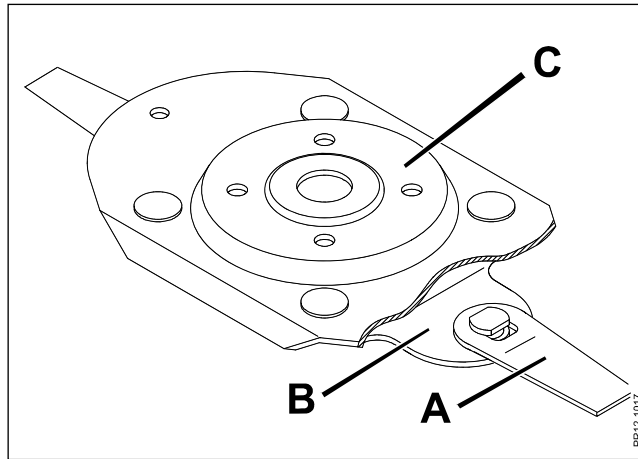

Fig. 5-17
**Fig. 5-17** Das System wird Quick and Safe (QS) genannt. Dieses bezeichnet die schnelle Montage/Auswechslung von Messern und bezeichnet ferner die hohe Sicherheit, dass die Messer **A** nicht unbeabsichtigt von dem Messerhalter **B** - der an der Scheibe **C** mit Bolzen befestigt ist - freigemacht werden können.